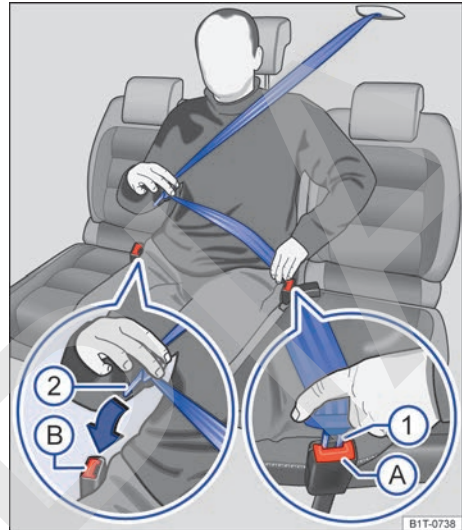

Fig. 40 Colocación del cinturón del asiento central de la segunda fila.
- Inserte bien la lengüeta del cinturón → fig. 40 ① en el cierre del cinturón ② correspondiente a la plaza.
- Tire de la banda del cinturón por la lengüeta ② y colóquesela por encima de la pelvis. ▶